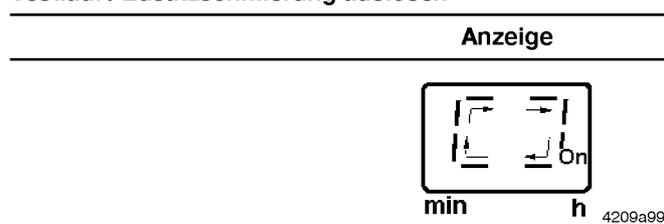

Abb. 14-3 Segmentanzeige Schmierzeit
- ist im Anzeigefeld ein umlaufendes Segment sichtbar (siehe Abb. 14-3)